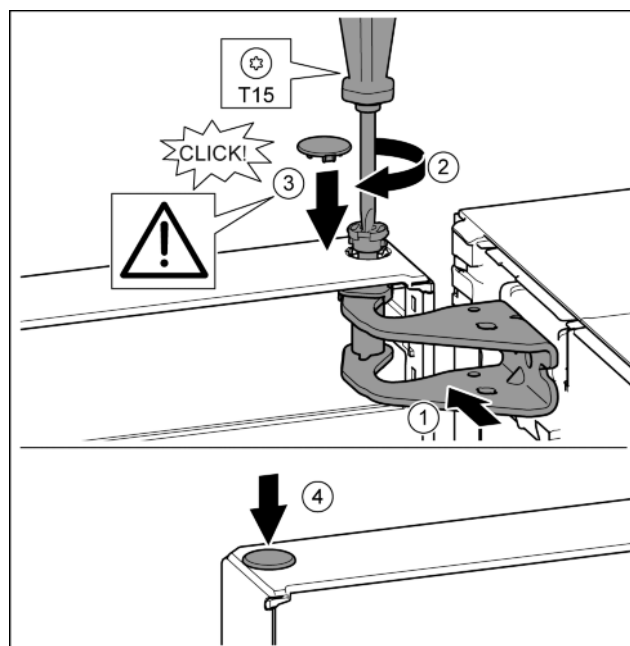

Fig. 21
- ▶ Dveře nahoře vyrovnejte s otvorem ve stojanu ložiska. Fig. 21 (1)
- ▶ Vložte čep a pevně jej utáhněte šroubovákem T15. Fig. 21 (2)
- ▶ K zajištění dveří namontujte bezpečnostní kryt: Bezpečnostní kryt nasad'te a zkontrolujte, zda přiléhá na dveře. V opačném případě čep zcela zasuňte. Fig. 21 (3)
- ▶ Vložte zátku. Fig. 21 (4)